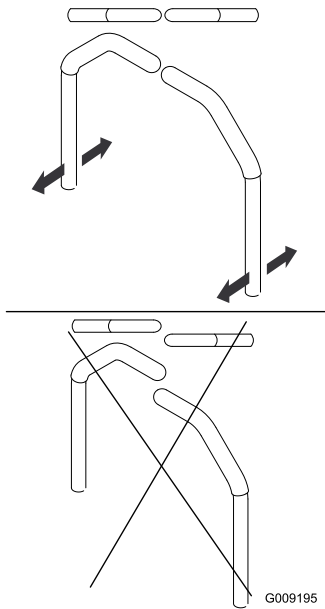

Рисунок 58
4. Вирівняйте важелі в положенні спереду на зад, поєднавши важелі разом у НЕЙТРАЛЬНОМУ положенні, та посунувши їх, доки вони не вирівняються, потім затягніть болти (Рисунок 58).